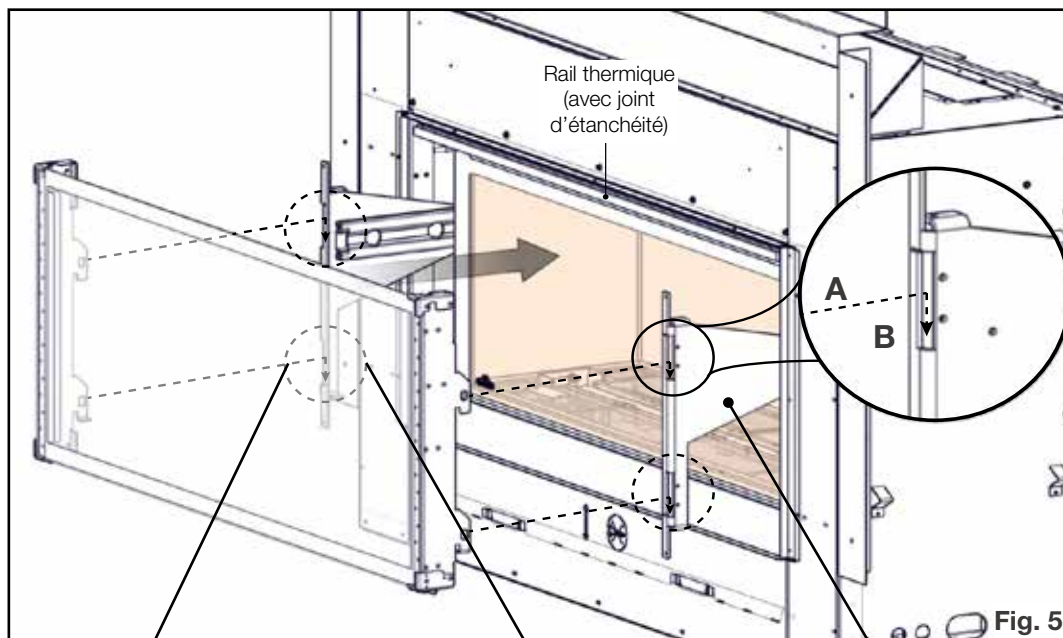

Fig. 5
5. Étirez au maximum les deux supports coulissants du TGGA de l'appareil vers l'extérieur (**Fig. 5**).
6. Accrochez soigneusement le TGGA sur les supports coulissants en alignant la languette horizontale du TGGA avec la fente horizontale au bas des supports coulissants et en ramenant le TGGA pour l'engager dans ses supports coulissants (**A**). Assurez-vous que les onglets du haut et du bas du TGGA sont bien enclenchés dans les crochets supérieurs des supports coulissants (**B**) (**Fig 5**).